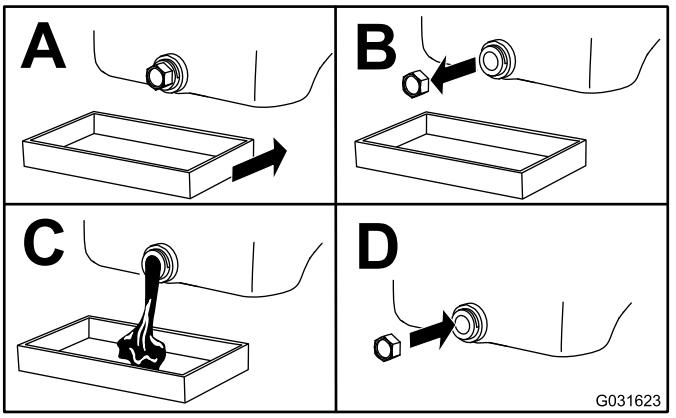

Рисунок 43
- Замініть масло двигуна, як показано в Рисунок 43.